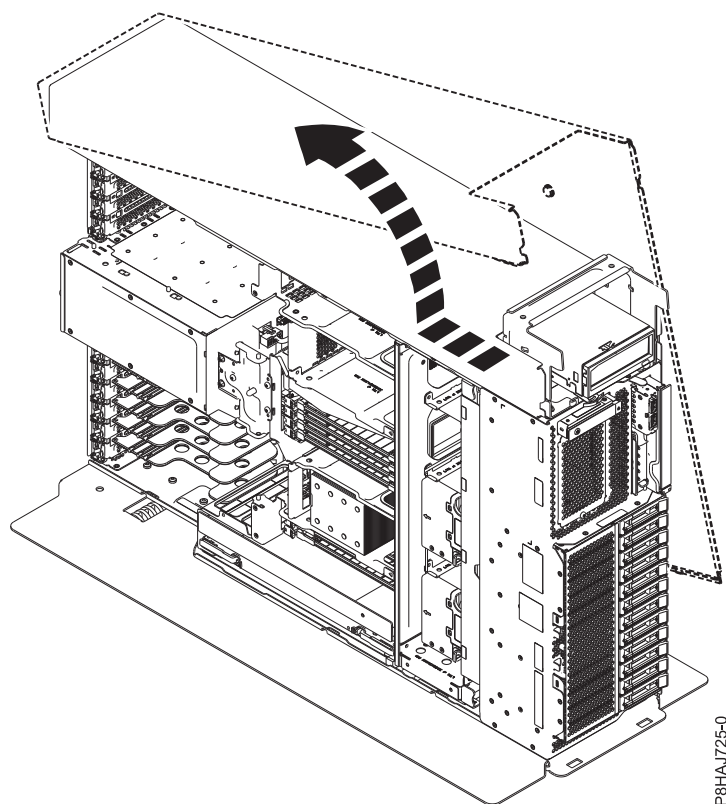

Figura 174. Extracció de la coberta lateral model 8286-41A
5. Feu lliscar la coberta lateral fins que surti del sistema en la direcció que es mostra a la Figura 174.